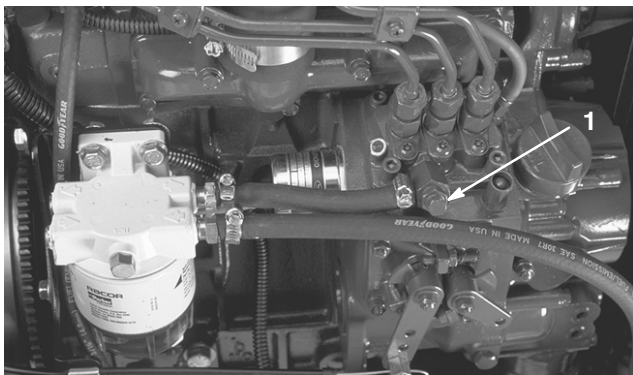

Figure 21
3. Desserrez la vis de purge sur la pompe d'injection (Fig. 21).